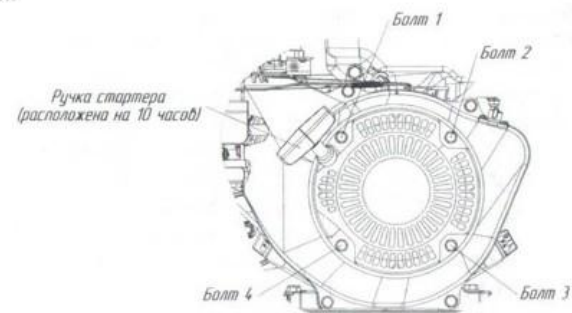

Рис.20 Схема крепления стартера на двигателе
- открутить 4 болта (см. рис.20);
- установить стартер на место таким образом чтобы ручка стартера была расположена на 10 часов (см. рис.20);
- закрутить 4 болта (см. рис.20).